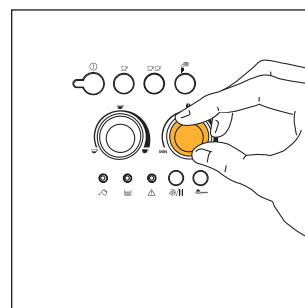
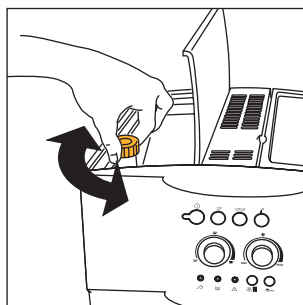

Fig.7
Fig.17
- 2) Réglez le bouton de droite (fig. 7) pour programmer le goût désiré du café. Plus vous tournez dans le sens des aiguilles d'une montre et plus la quantité de grains à moudre augmentera et donnera un café plus fort. Lors de la première utilisation, il faut procéder par tentatives et faire plusieurs cafés pour trouver la bonne position du bouton. Attention à ne pas trop tourner dans le sens des aiguilles d'une montre, le café risquerait de couler trop lentement (goutte à goutte) surtout si vous devez faire deux tasses de café.
NOTA 1: Si le café coule goutte à goutte ou s'il ne sort pas du tout, , tournez le bouton de réglage de la mouture (fig. 17) d'un cran dans le sens des aiguilles d'une montre (voir § 6). Tournez d'un cran à la fois jusqu'à obtention d'un débit satisfaisant
NOTA 2: si le café coule trop vite et que la crème n'est pas satisfaisante, tournez légèrement le bouton de droite (fig.7) dans le sens des aiguilles d'une montre. Procédez par tentatives et faites plusieurs cafés pour trouver la bonne position du bouton. Attention à ne pas trop tourner dans le sens des aiguilles d'une montre, le café risquerait de couler trop lentement (goutte à goutte) surtout si vous devez faire deux tasses de café. Si, au bout de quelques cafés la crème obtenue n'est pas satisfaisante, tournez également le bouton de réglage de la mouture (fig.17) d'un cran en sens inverse des aiguilles d'une montre (voir § 6).
Pour résoudre ce problème, il faut régler le degré de mouture du moulin à café en tournant le bouton de réglage (fig. 17) d'un cran en sens inverse des aiguilles d'une montre (voir chap. 6)
Le moulin à café ne doit pas être réglé, du moins au début, puisqu'il est préréglé en usine pour que le café coule correctement. Cependant, si après les premiers cafés le café coule trop vite ou trop lentement (goutte à goutte) vous devez régler le problème en agissant sur le bouton de réglage du degré de mouture (fig. 17). Pour obtenir une sortie plus rapide du café (sans gouttes) tournez le bouton d'un cran (égal à un chiffre) dans le sens des aiguilles d'une montre.